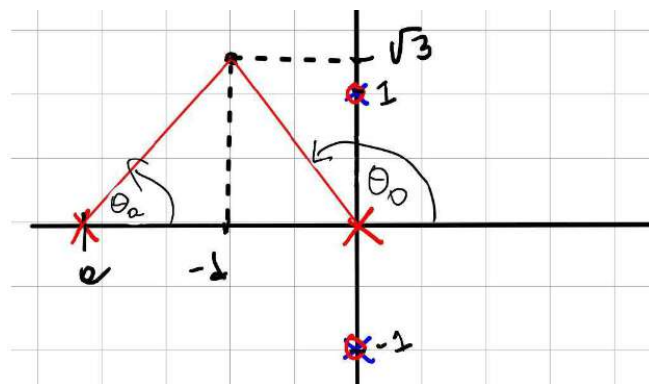

Figura 1: LGR del esquema.
2. Suponga que tiene el estanque de la Figura 1, en donde la altura del agua es controlada por medio de una válvula que deja pasar una mayor o menor cantidad de agua proveniente de la bomba. Asuma que este sistema puede ser descrito por la siguiente ecuación: